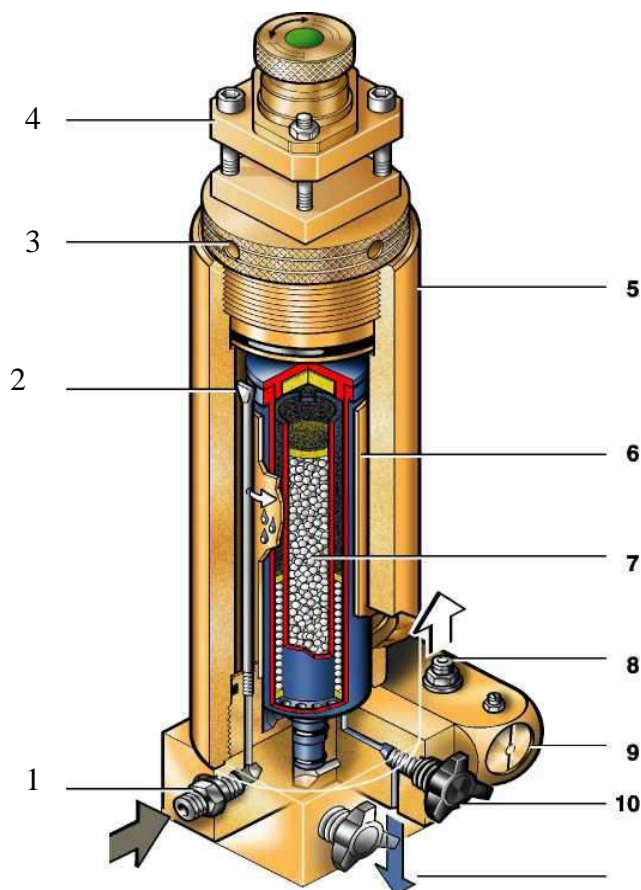

Рисунок 2 – Фильтрующая система.
1.4.1.2. Фильтрующая система (рисунок 2) устанавливается после конечной (третьей) ступени компрессора и обеспечивает очистку воздуха до параметров, приведенных в таблице 2.
- снять крышку **3** (рисунок 2) фильтрующей системы;